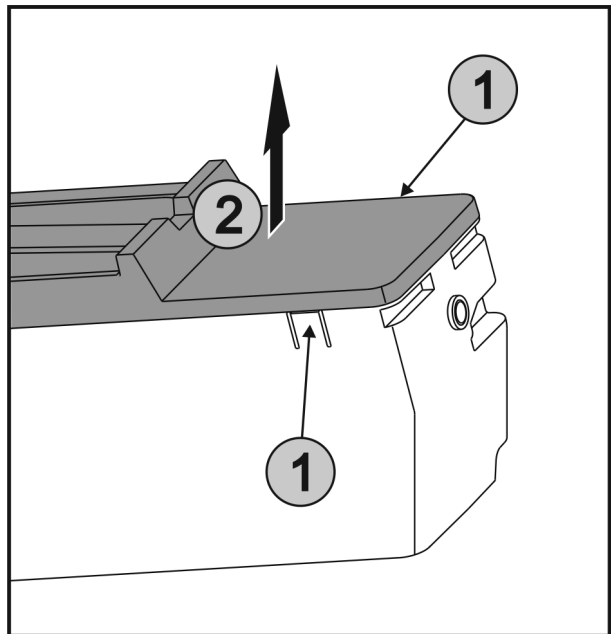

Fig. 68
- ▶ Laschen Fig. 68 (1) an den beiden Seiten von EasyTwist-Ice gleichzeitig drücken und die Abdeckung Fig. 68 (2) nach oben entnehmen.